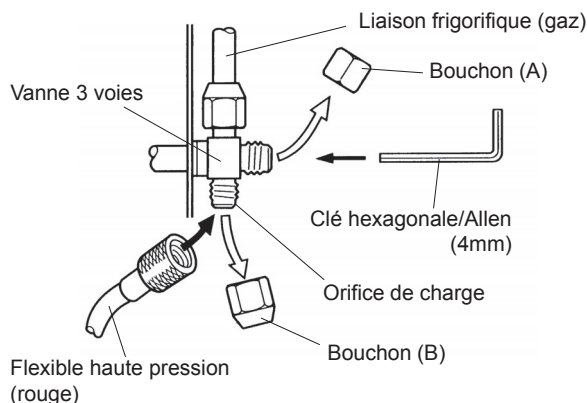

fig. 30 - Raccordement du flexible sur la vanne gaz
Bouchon (A), bouchon (B) voir fig. 30, page 30